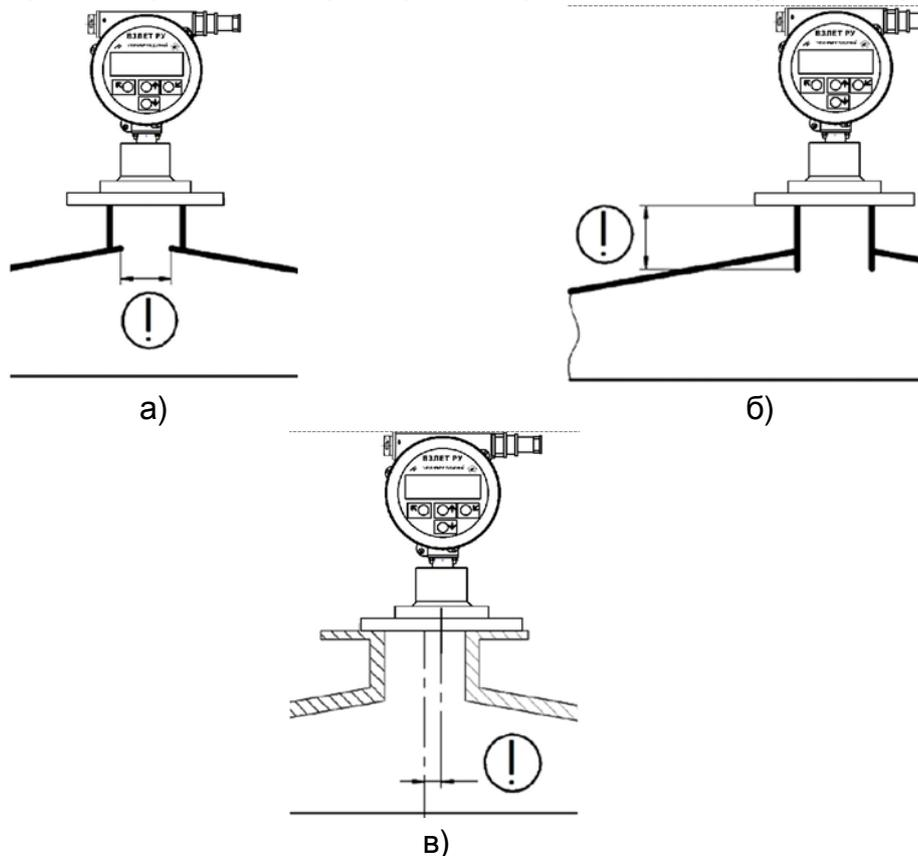

Рис.11. Типичные ошибки при монтаже уровнемера.
4.2. На рис.11 приведены примеры неверного монтажа уровнемера.
Вариант монтажа на рис.11.а – край крышки под патрубком выступает внутрь патрубка. Кроме того, отверстие в крыше имеет диаметр меньше минимально допустимого.
Вариант монтажа на рис.11.б – нижний край патрубка заглублен относительно крышки, из-за чего длина патрубка оказывается больше допустимой.
Вариант монтажа на рис.11.в – уровнемер установлен с большим смещением относительно вертикальной оси патрубка. Следует устанавливать датчик по центральной оси патрубка.